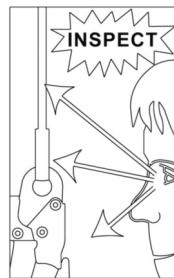

Figure 1
4. Connexion au point d'ancre: le dispositif d'ancre ou le point d'ancre doit toujours être placé pour minimiser à la fois le potentiel de chute et la distance de chute potentielle. Vous devez choisir un emplacement de point d'ancre rigide qui évite les chutes libres et les risques de chutes oscillantes. L'appareil ou le point d'ancre doit être placé au-dessus de la position de l'utilisateur. Assurez-vous que le dispositif d'ancre ou les éléments de structure sont conformes à la norme EN795: 2012 avec une résistance minimale de 12KN et l'angle maximal par rapport aux dispositifs verticaux de moins de 40 degrés (figure 1).